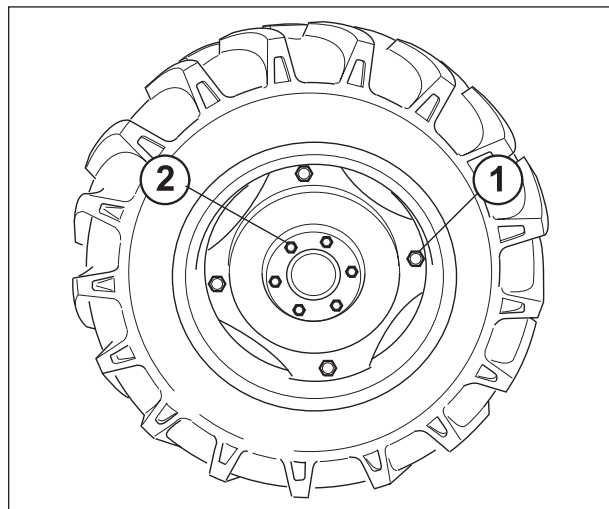

Fig. 66
- Par de apriete llanta en el disco 210÷230 Nm (1 Fig. 66)
- Par de apriete disco en el cubo ruedas 80÷90 Nm (2 Fig. 66)